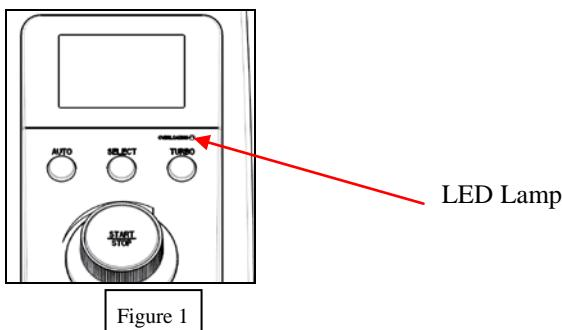

Figure 1
- * Das Gerät stoppt automatisch bei Überlastung. Beachten Sie, dass das rote LED-Licht aufleuchtet und ein Signalton wegen Überlastung ertönt (Abbildung 1), das Licht wird immer unter der Bedingung aufleuchten und wenn dies passiert, sollten Sie das Gerät ausstecken und einen Teil der Lebensmittel aus dem Krug entfernen. Nach mindestens 15 Minuten stellt sich das Gerät wieder her.